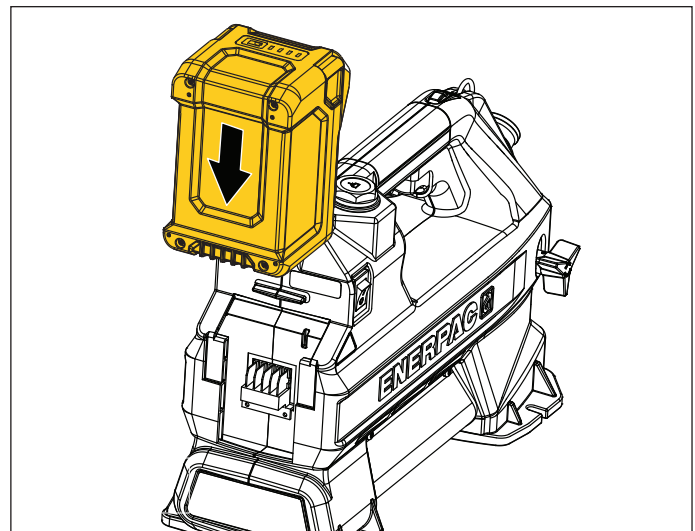

図6: バッテリー - 取り付け
- **バッテリーをポンプに取り付けるには：**バッテリーをポンプ後部のバッテリー接合部にスライドさせて挿入します。所定の位置にカチッとハマったことを確認してください。図6を参照してください。